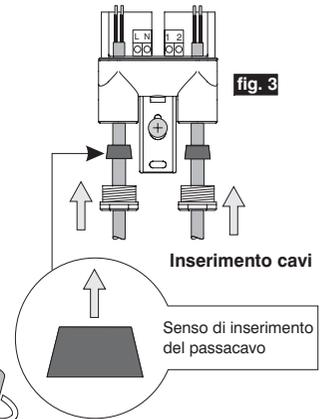

fig. 3
- forare in modo adeguato la membrana dei gommini passacavo di guarnizione ed, inserirli sui cavi (fig. 3)
- pierce the web of the rubber grommets and slip the grommets over the cables (fig. 3)